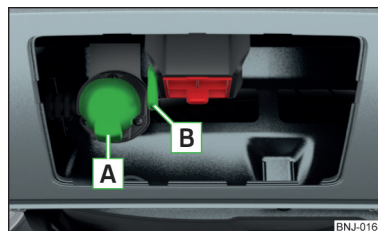

Рис. 162
- Вставте штекер кабелю причепа/допоміжного приладдя в 13-контактну розетку **[A]** » Рис. 162. (Якщо причеп/допоміжне приладдя оснащені 7-контактним штепселем, використовуйте відповідний адаптер з переліку оригінального допоміжного приладдя ŠKODA).